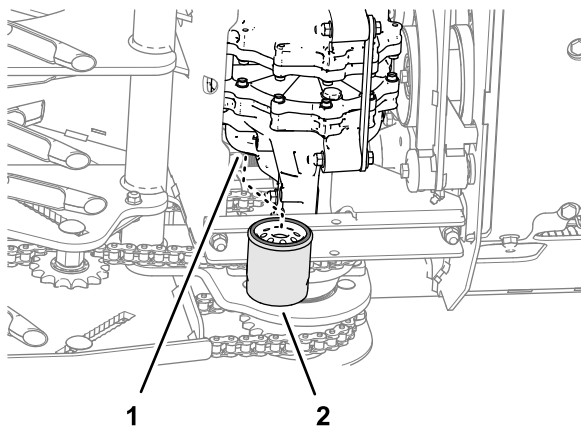

Figure 56
- Localisez les deux filtres sous les transmissions (Figure 56).
- Déposez les filtres et vidangez le liquide du système d'entraînement (Figure 56).
- Vissez le filtre dans le sens horaire jusqu'à ce que le joint en caoutchouc rejoigne l'adaptateur, puis vissez-le encore de de 2/3 à 3/4 de tour (Figure 56).